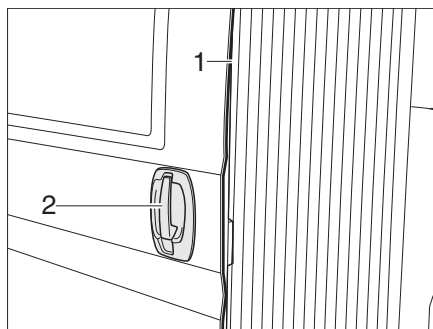

Figura 16 Puerta corredera, eléctrica - tirador de puerta exterior
- ▷ Para evitar el aplastamiento en la puerta corredera eléctrica, una tira de contacto (Figura 16,1) está situada en el borde de cierre. Al tocarla, el movimiento de la puerta corredera se detiene inmediatamente.
Abrir: ■ Tirar del tirador de la puerta (Figura 16,2). La puerta corredera eléctrica se abre hasta el tope.
Cerrar: ■ Tirar del tirador de la puerta (Figura 16,2). La puerta corredera eléctrica se cierra y entra en la cerradura de la puerta.